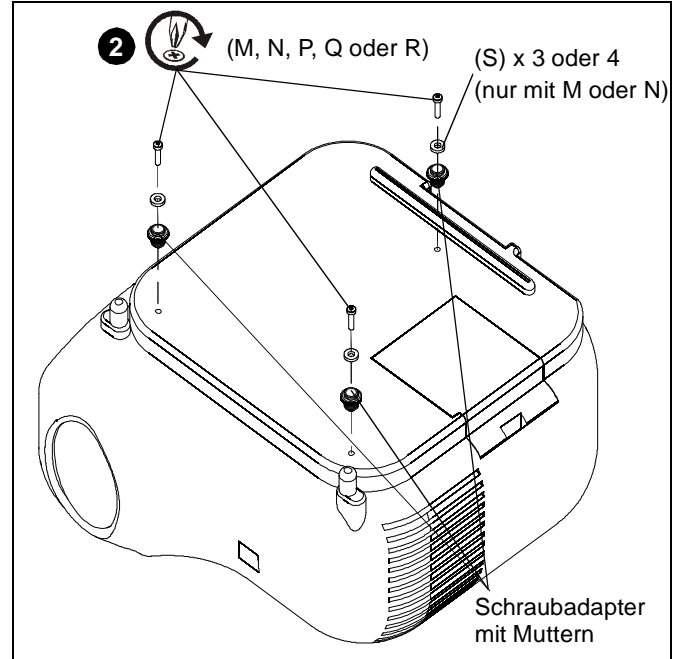

Abb. 2
2. Führen Sie die Schrauben durch die M4-Unterlegscheiben (S) und die Schraubadapter mit den Höheneinstellmuttern in die Projektorlöcher ein. (See Figure 2)
**HINWEIS:** Verwenden Sie die Unterlegscheiben (S) nur, wenn Sie M- oder N-Schrauben zur Befestigung der Schraubadapter am Projektor benutzen.